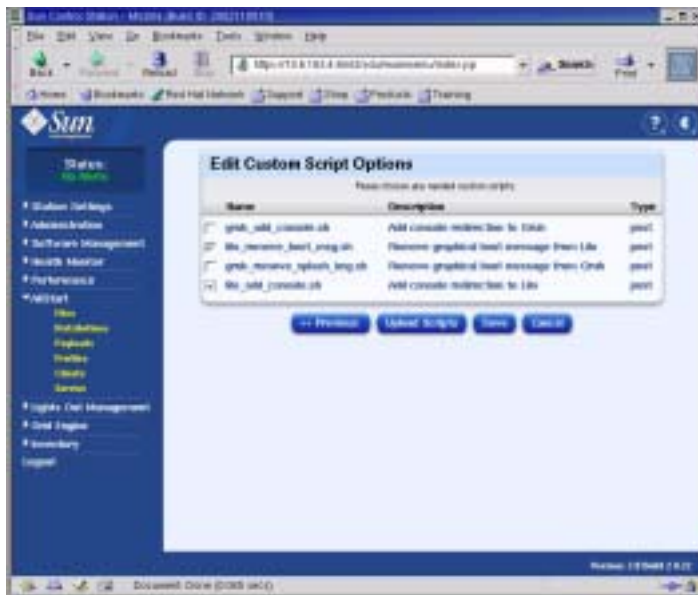

РИСУНОК 2-16 Окно редактирования параметров пользовательских сценариев (Edit Custom Script Options) (профили AllStart)
- g. В окне редактирования параметров пользовательских сценариев (Edit Custom Script Options) убедитесь, что выбраны следующие обязательные параметры (см. пример на РИСУНОК 2-16). После окончания нажмите кнопку Save.